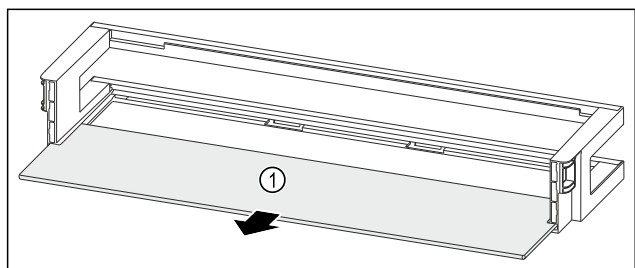

Fig. 145 Dveřní přihrádka s odkládací plochou
- Odkládací plochu Fig. 145 (1) odeberte.